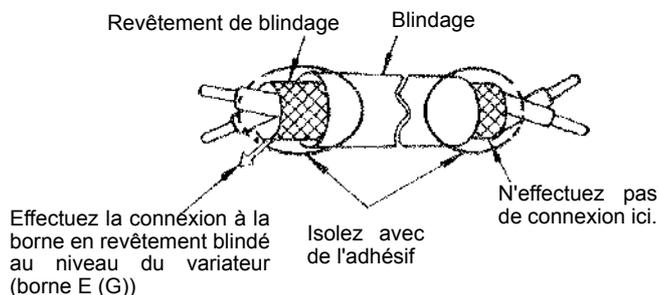

Fig. 2.26 Traitement des extrémités des câbles en paires torsadées
- Utilisez des câbles en paire torsadée ou blindé en paire torsadée pour les circuits de contrôle afin d'éviter toute erreur de fonctionnement. Pour les extrémités des câbles, procédez comme illustré à la Fig. 2.26.
- Connectez le câble blindé à la borne E (G).